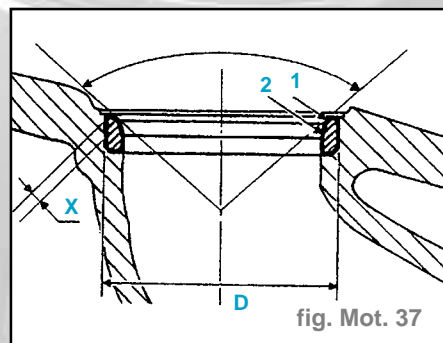

fig. Mot. 37
- La rectification de la portée d'admission s'effectue avec la fraise n°208 côté 31°, réduire la largeur de cette portée en 2, grâce à la fraise n°211 côté 75° jusqu'à l'obtention de la largeur X (fig. Mot. 37)
- La rectification de la portée d'échappement s'effectue avec la fraise n°204 côté 46°, réduire la largeur de cette portée en 2, grâce à la fraise n°605 côté 65° jusqu'à l'obtention de la largeur X (fig. Mot. 37)